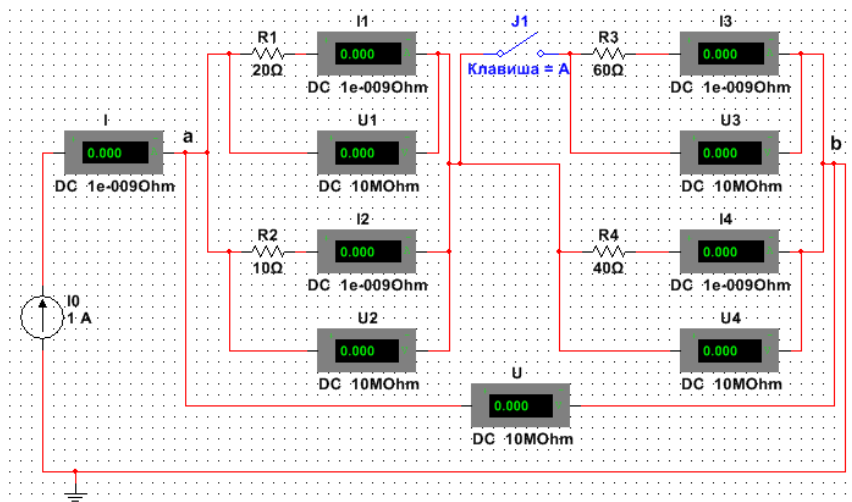

Рис. 2.4.1. Схема исследования цепи постоянного тока
1. Создайте схему исследования цепи постоянного тока с источником тока согласно рис. 2.4.1.